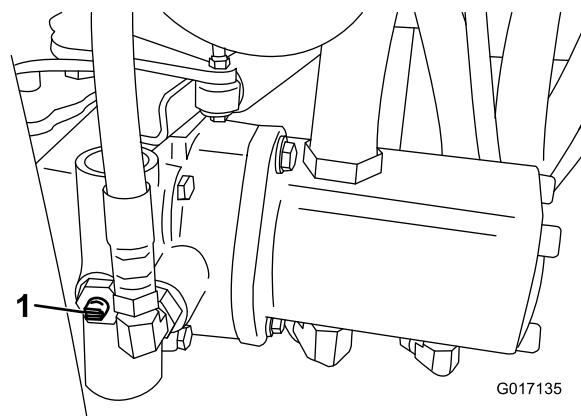

Figura 32
1. Girate la valvola bypass sulla pompa in modo che la scanalatura sia verticale (Figura 32).
2. Prima di avviare il motore chiudete la valvola bypass girandola in modo che la scanalatura sia orizzontale (Figura 32). Non avviate il motore quando la valvola è aperta.